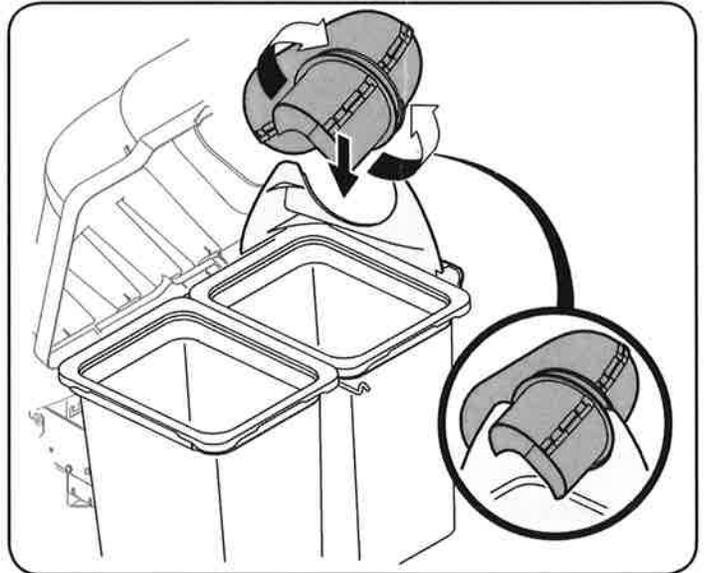

Figure 55
4. Continuar trabajando el canal de descarga hacia abajo sobre el conducto de codo hasta que la ranura en el canal de descarga se alinea con el apoyo de rampa superior, como se ve en la inserción de la Figure 55.